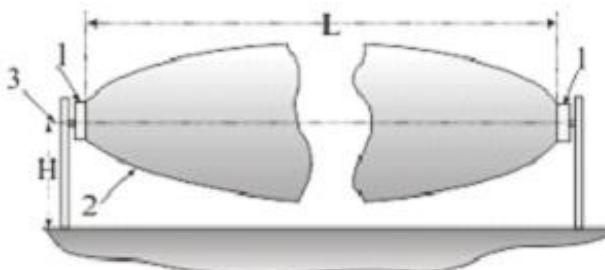

Рис. 4.1
4.1.6 При наклонной ориентации блоков, ЗО «2» (рис. 4.1) имеет форму, усеченного поверхностью земли, эллипсоида вращения. При приближении к БПРД (БПРМ) ЗО «отрывается» от земли и, при необходимости обнаружения низко движущегося («на корточках») нарушителя, необходимо прикрыть образовавшиеся «проходы» с помощью смежных ЗО, как показано на